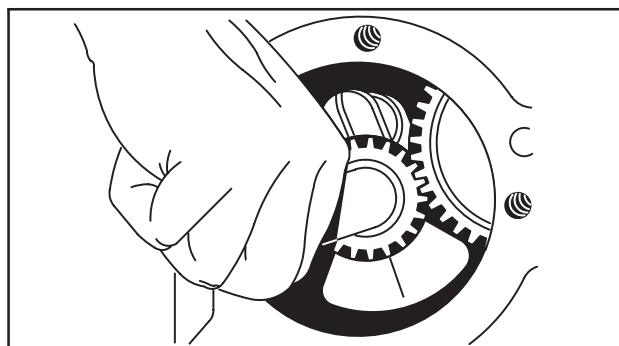

Fig. 2
3. Faire tourner le vilebrequin à la position indiquée en Fig. 2.
3. Faire tourner le vilebrequin à la position indiquée, Fig. 2.
NOTE : Sur certains Modèles, il peut être nécessaire de positionner le vilebrequin approximativement à 180° de la position indiquée en Fig. 2.